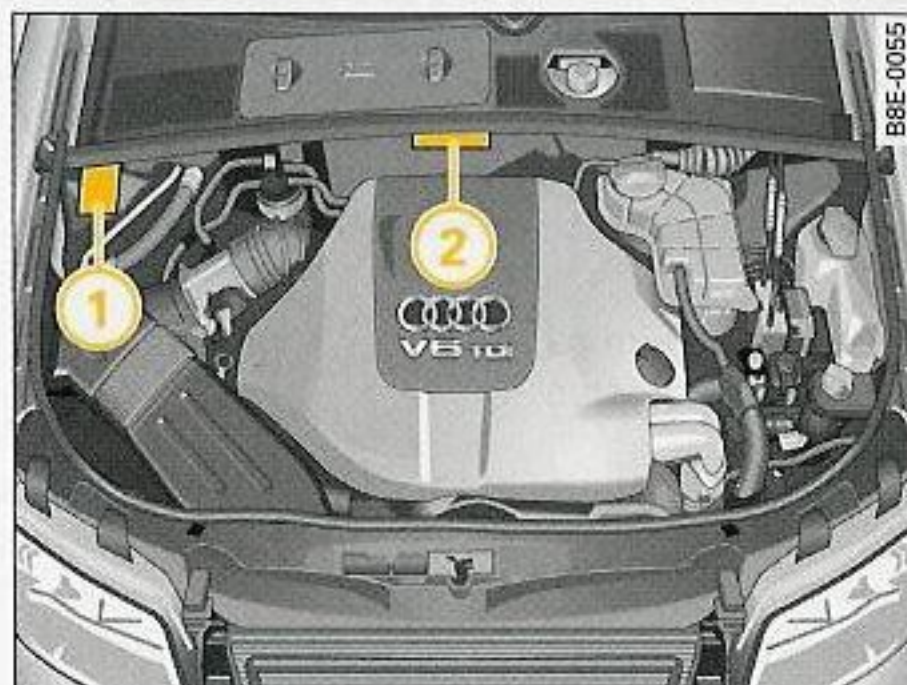

Fig. 264 Compartimento del motor: Datos distintivos del vehículo
La placa del modelo se encuentra en el compartimento del motor, a la derecha según la dirección de marcha ⇒ fig. 264 ①.
El número de identificación del vehículo (número de bastidor) va grabado en el panel trasero de separación del compartimento del motor ⇒ fig. 264 ②.